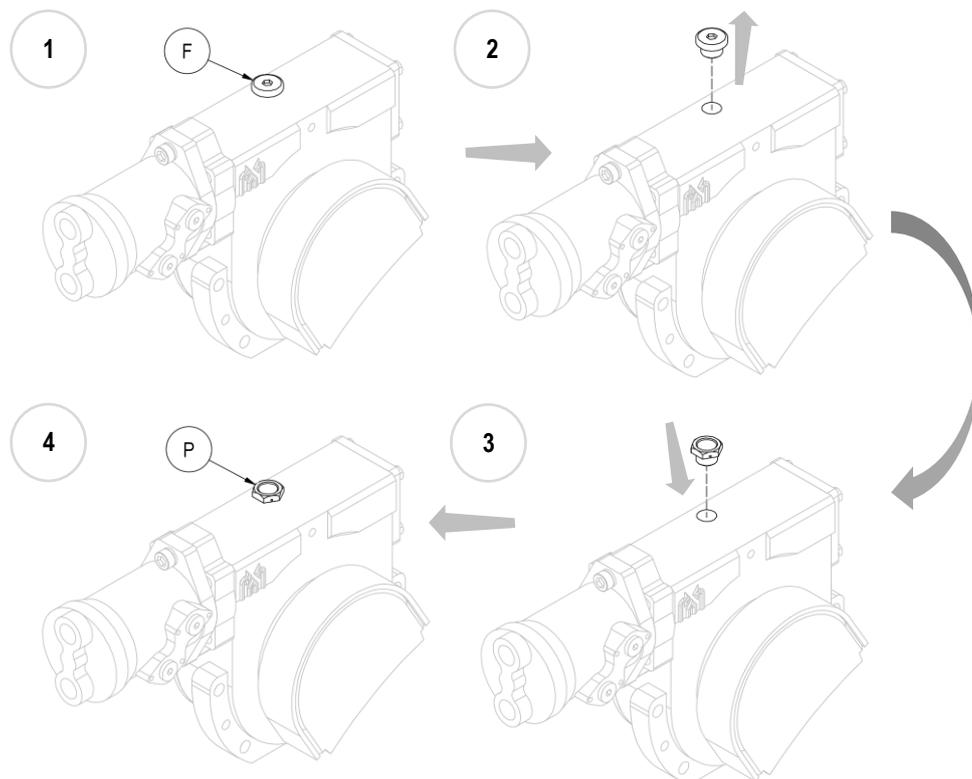

Figura 10
10. **N.B.** Ad attrezzatura montata, prima dell'utilizzo, sostituire il tappo cieco di rabbocco olio in ferro (F) con quello in plastica fornito in dotazione (P), provvisto di sfiato (vedi Figura 10).